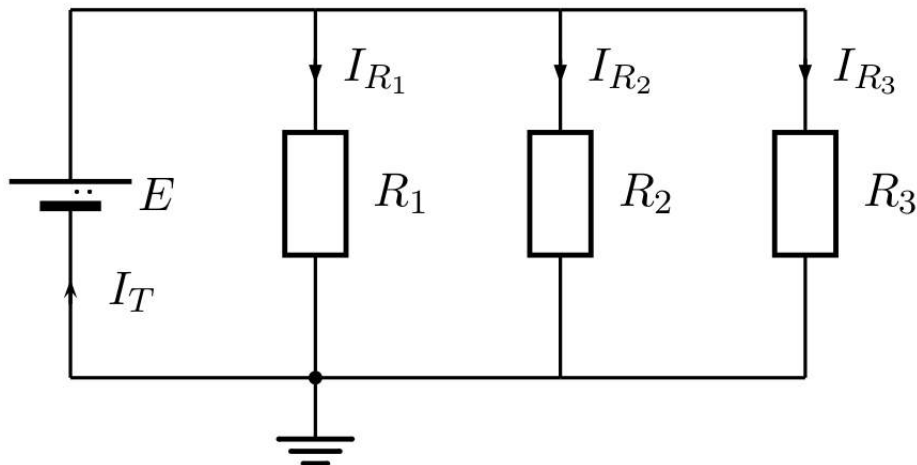

Figura 32: Circuito resistivo paralelo
Para o circuito da Figura 32, temos: $I_{R_1} = I_T \cdot \frac{R_T}{R_1}$ $I_{R_2} = I_T \cdot \frac{R_T}{R_2}$
Para o circuito da Figura 32, temos
- Monte o circuito apresentado na Figura 32 e preencha a Tabela 3.